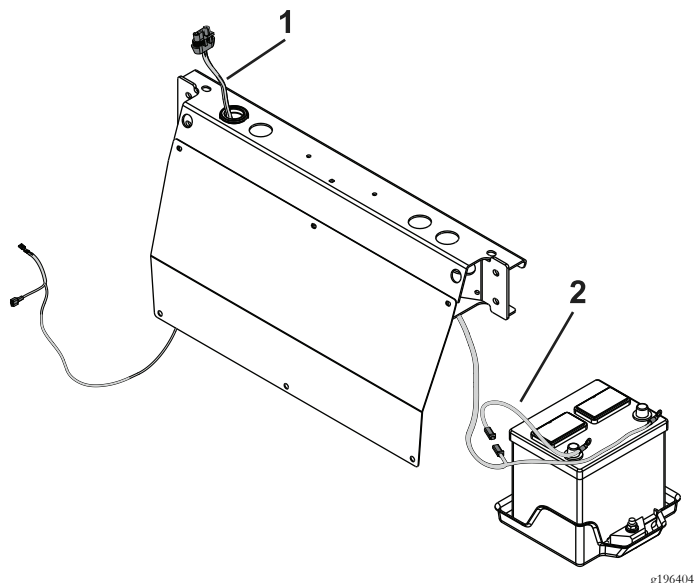

Figure 41
1. Acheminez le faisceau de câblage comme montré à la Figure 41.
2. Branchez la connexion fusible au faisceau de câblage (Figure 41).